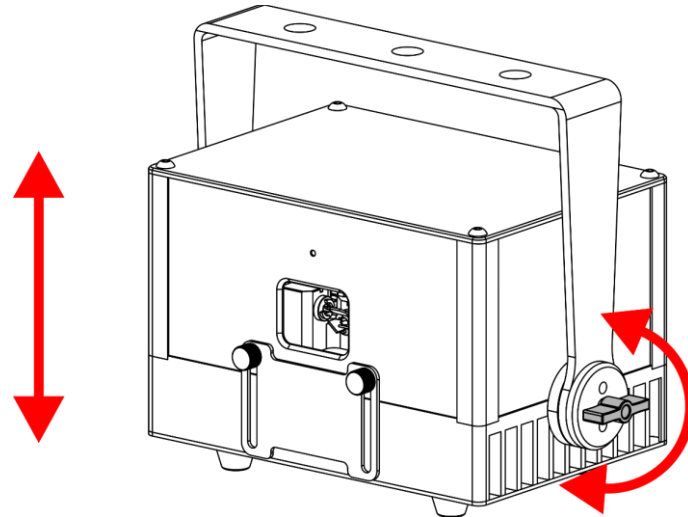

Fig. 12
- 01) Gire los **tornillos de ajuste (02)** en sentido antihorario para aflojarlos.
- 02) Inclíne la unidad hasta el ángulo deseado (véase la Fig. 12).
- 03) Gire los **tornillos de ajuste (02)** en sentido horario para apretarlos. Asegúrese de que la unidad no se pueda mover libremente después de haber apretado los **tornillos de ajuste (02)**.